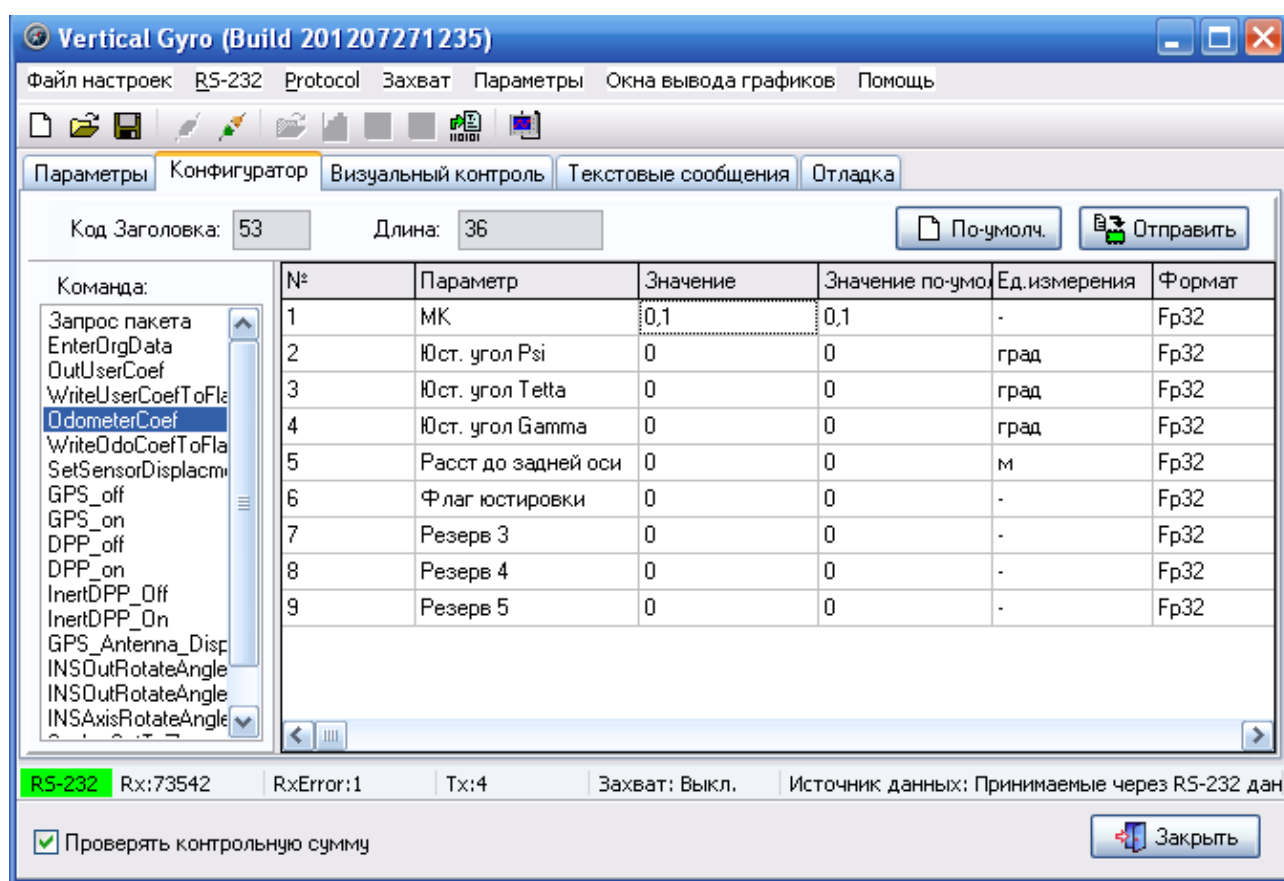

Рисунок 5
- во вкладке «конфигуратор», команда «OdometerCoef», нажать клавишу «Отправить», см. рисунок 5;